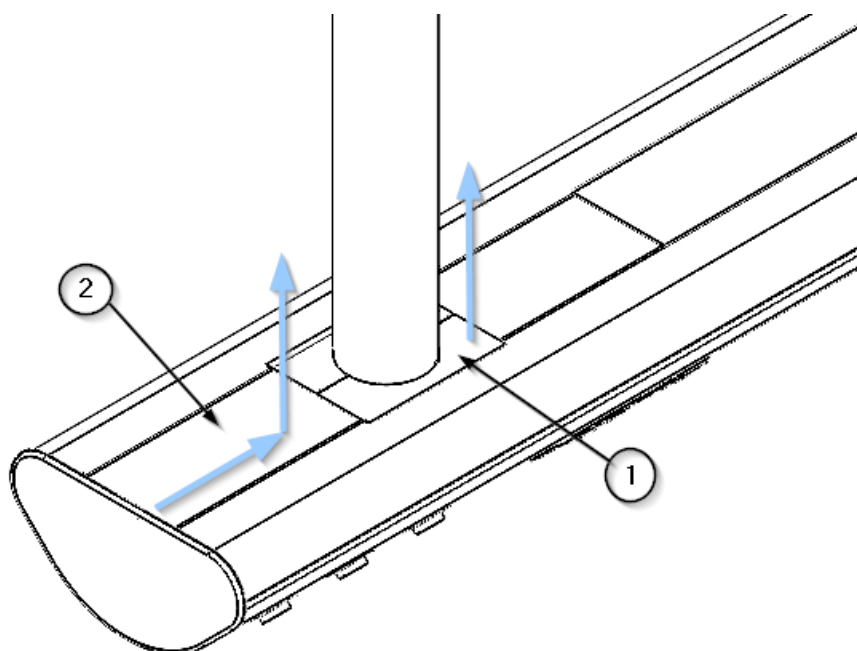

Abb. 2 Entfernen der Abdeckungen vom Hauptkörper
- Entfernen Sie mit Hilfe eines Sechskantschlüssels die 8 Schrauben M4 x 6 ③, mit denen die 5 seitlichen Laschen ② der Seitenwand ① befestigt sind, wie in Abbildung 2 dargestellt.
- Entfernen Sie vorsichtig die Seitenwand ① und legen Sie sie an einem sicheren Ort ab.
- Setzen Sie zunächst die Stirnwand ① ein, indem Sie die seitlichen Laschen ② in die Gewindenuten des Hauptkörpers einführen, und befestigen Sie sie mit den 8 Schrauben M4 x 6 ③.
- Überprüfen Sie, ob die Seitenwand ① ordnungsgemäß befestigt ist.